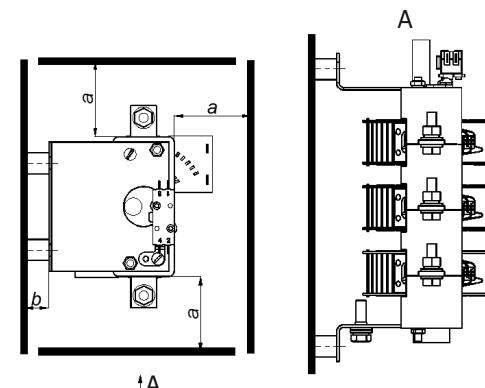

Рисунок 1- Минимально-допустимые расстояния от аппаратов до металлических частей
2.6 При встраивании аппаратов в металлические шкафы или ящики расстояние « a » (Рисунок 1) может быть уменьшено с применением прокладок из изоляционных материалов под установочной площадью аппарата.